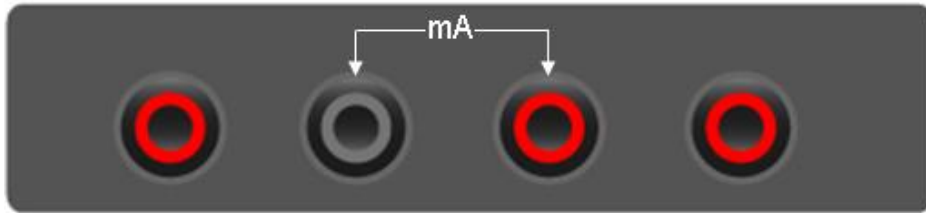

图2-5
- 在600mA量程，将黑色表笔插入COM香蕉插口输入端，红色表笔插入mA香蕉插口输入端，如图2-5。